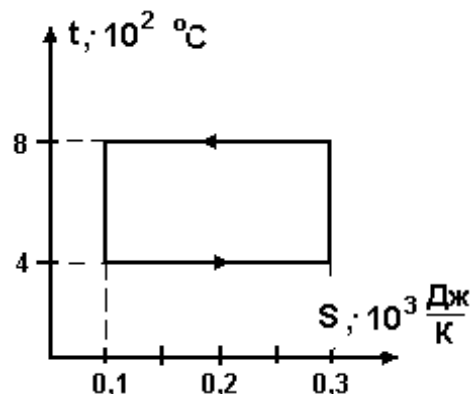

Рис. 37
2. Какой цикл изображен на рис. 37?
3. Определить КПД цикла (рис. 37).
5. Вычислить работу за цикл (рис. 37).